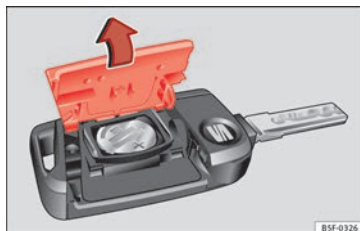

Fig. 132 Chave do veículo: abertura da tampa do compartimento da pilha.
- Retire a tampa na parte traseira da chave do veículo **» Fig. 132** na direção da seta **» ①.**
- Coloque a tampa na carcaça da chave do veículo, pressionando-a tal como se mostra **» Fig. 132**, no sentido contrário ao da seta, até que encaixe.
① CUIDADO